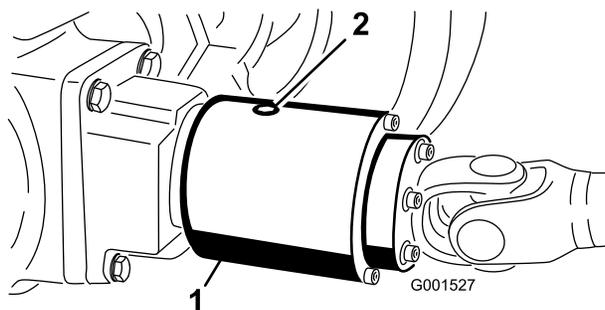

Figure 60
2. Faites tourner l'embrayage (Figure 60) pour aligner le bouchon de contrôle à la position 4 heures.